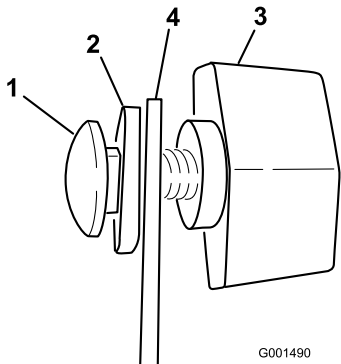

Figura 6
3. Coloque no suporte, sem apertar, os 2 parafusos de carroçaria, as anilhas de borracha, e os manípulos como mostram as ilustrações da Figura Figura 5 e Figura 6.